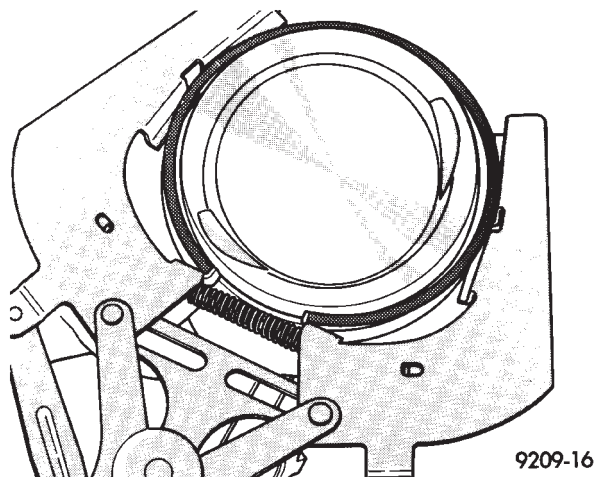

Fig. 58 Aros de pistón—Desmontaje e instalación
(1) Instale los aros en los pistones utilizando un expansor de aros adecuado (Fig. 58).
(4) El entrehierro del segundo aro debe posicionarse en el lado opuesto de la escotadura de la cámara de compresión.
(5) El entrehierro del aro de control de aceite debe colocarse 30 grados a la izquierda de la escotadura de la cámara de combustión.
(6) Cuando ensamble los pistones compruebe que los componentes se instalen en la misma posición que antes de desmontarlos, determinada por los números estampados en las coronas de cada pistón. Los cilindros de motor están numerados comenzando a partir del extremo del mecanismo de engranaje final del motor. **Oriente el lado de la escotadura de la cámara del pistón en dirección al árbol de levas.** Por lo tanto, los números estampados en el extremo grande de la biela también deben estar orientados en la misma dirección. Para introducir el pistón dentro del cilindro utilice un compresor de aros, tal como se indica en la (Fig. 58).